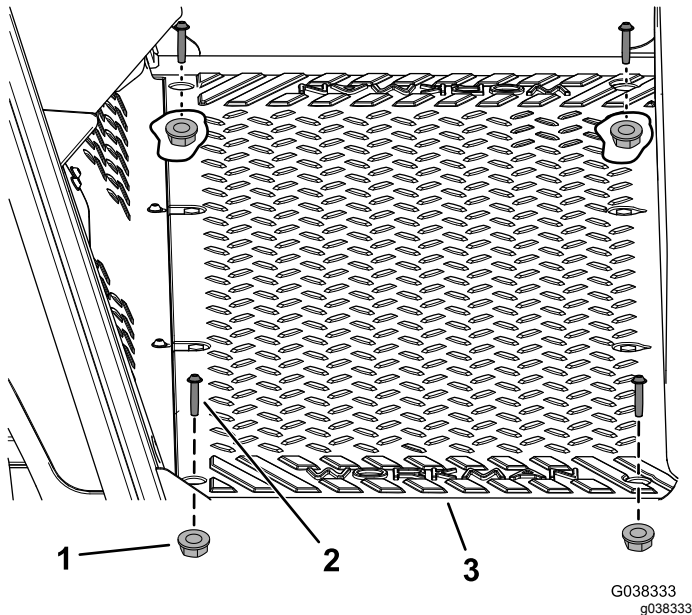

Bild 2
1. Entfernen Sie die vier Schrauben (1/4" x 1 1/4") und 4 Muttern (1/4") von der Bodenplatte (Bild 2).
- Die zuvor entfernten die vier Schrauben (1/4" x 1 1/4") und 4 Muttern (1/4") wieder in die Bodenplatte (Bild 2) einbauen.